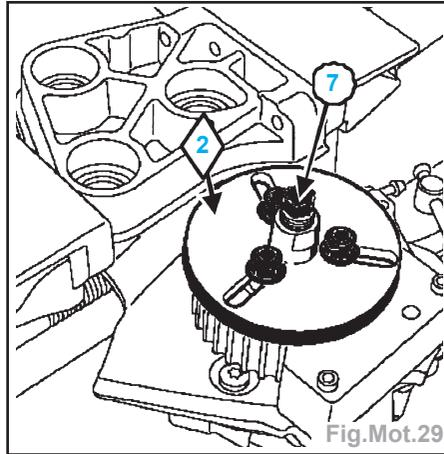

Fig.Mot.29
- Déposer l'écrou (6) de la poulie de la pompe haute pression.
- Mettre en place l'extracteur de poulie Mot.1525 (2) muni des griffes Mot. 1525-03 pour les poulies trente trois dents (Fig.Mot.29).